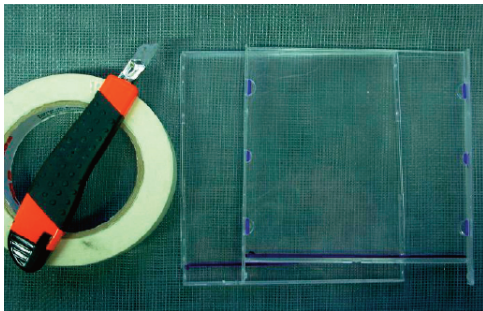

Figura 2
4. Una ambas placas, como si fuese a armar nuevamente la caja. Asegúrela y selle los bordes (excepto la boca) con la cinta adhesiva de papel (ver figura 2).